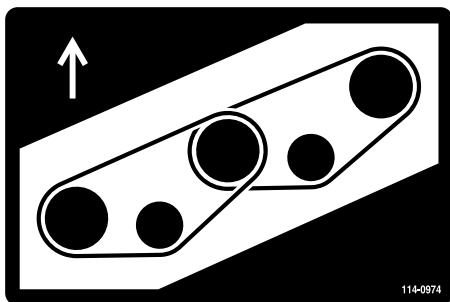
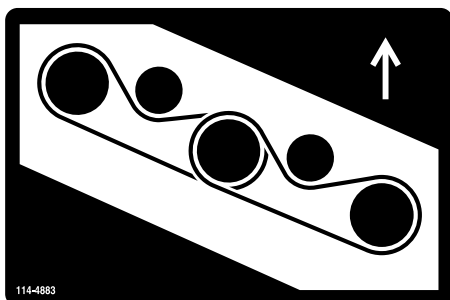

Figure 84
Figure 85
5. Acheminez la courroie neuve autour des poulies d'axe et de l'ensemble poulie de tension, comme indiqué à la Figure 84 et Figure 85.